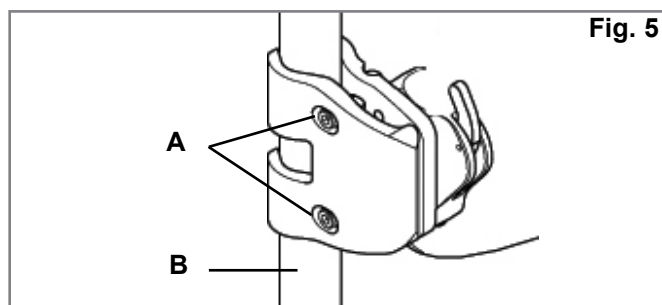

Fig. 5
3. Sæt beslagene på. (Fig. 5)
- a. Skru spændeskruerne (A) løs ved hjælp af den medfølgende 4 mm-unbrakonøgle. BEMÆRK – Ved store rørdiameterer skal spændeskruerne muligvis fjernes helt.
- b. Fastgør og indstil beslagene på kørestolens ryglænsrør (B).
- c. Spænd spændeskruerne (A) med hånden. BEMÆRK – Beslagene kræver muligvis yderligere sidejustering for at sikre, at de sidder korrekt i forhold til hinanden.